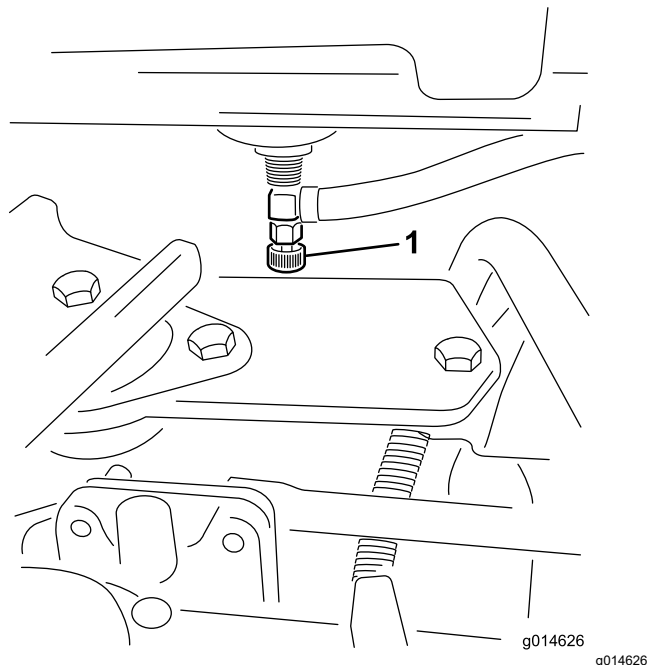

Рисунок 34
1. Закройте отсечной топливный клапан, расположенный под топливным баком (Рисунок 34).